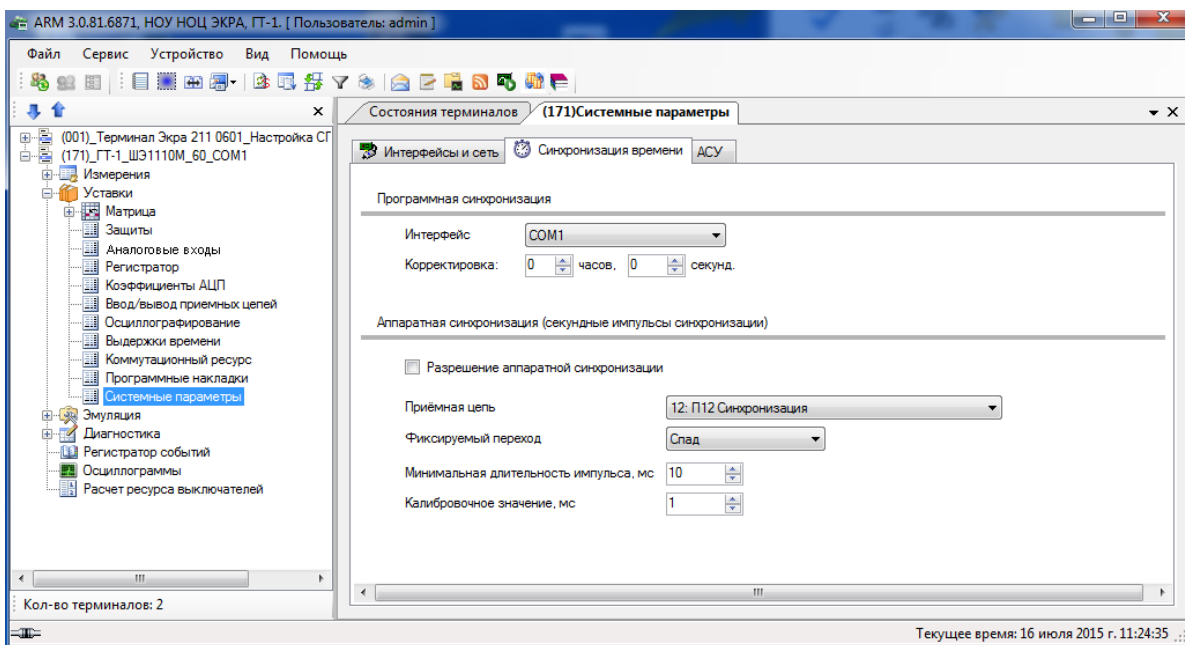

Рисунок 6.67
6.6.10.1.2 Вкладка Синхронизация времени (см. рисунок 6.67)